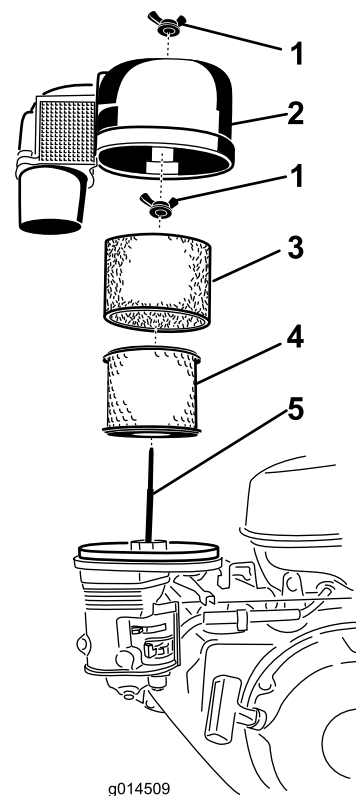

Figure 40
1. Retirez l'écrou à oreilles et déposez le couvercle du filtre à air et le boîtier de cyclone (Figure 40).
- 3. Retirez l'écrou à oreilles en haut du filtre à air et déposez l'élément en papier (Figure 40).
- 5. Alignez l'élément filtrant sur le boîtier inférieur du filtre à air et fixez-le avec l'écrou à oreilles retiré à l'étape 3 (Figure 40).
- 6. Placez le préfiltre en mousse sur l'élément en papier (Figure 40).
- 7. Alignez le couvercle du filtre et le boîtier de cyclone sur le goujon et le boîtier inférieur du filtre, et fixez-le avec l'écrou à oreilles retiré à l'étape 1 (Figure 40).
- 1. Retirez l'écrou à oreilles et déposez le couvercle du filtre à air et le boîtier de cyclone (Figure 40).
- 2. Retirez l'écrou à oreilles en haut du filtre à air et déposez le préfiltre et l'élément en papier (Figure 40).
- 3. Alignez le préfiltre et l'élément filtrant en papier neufs sur le boîtier inférieur du filtre à air et fixez-les avec l'écrou à oreilles retiré à l'étape 2 (Figure 40).
- 4. Alignez le couvercle du filtre et le boîtier de cyclone sur le goujon et le boîtier inférieur du filtre, et fixez le couvercle avec l'écrou à oreilles retiré à l'opération 1 (Figure 40).